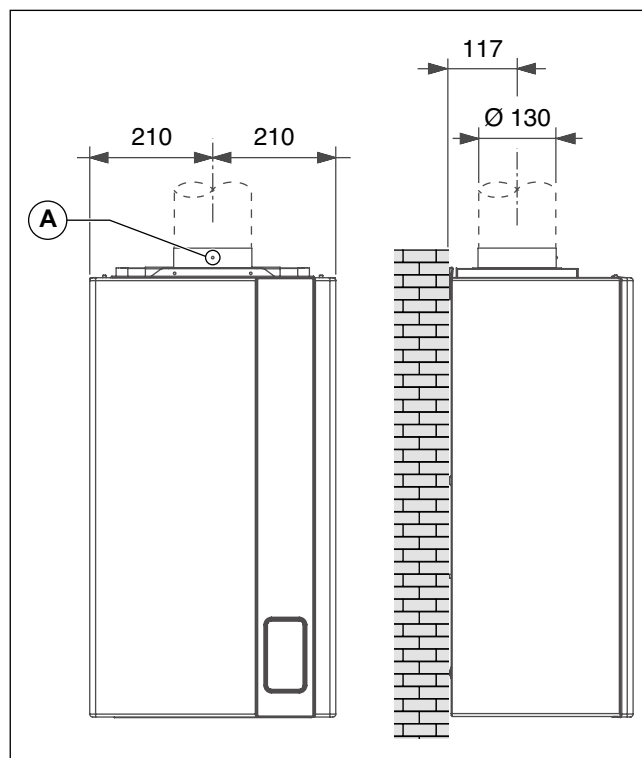

Рис. 7 Розміри для підключення до димоходу моделі з відкритою камерою згоряння
- З'єднувальна труба повинна бути прикріплена до корпусу бойлера за допомогою гвинта в спеціальному отворі **A** (див. Рис. 7 Розміри для підключення до димоходу моделі з відкритою камерою згоряння).